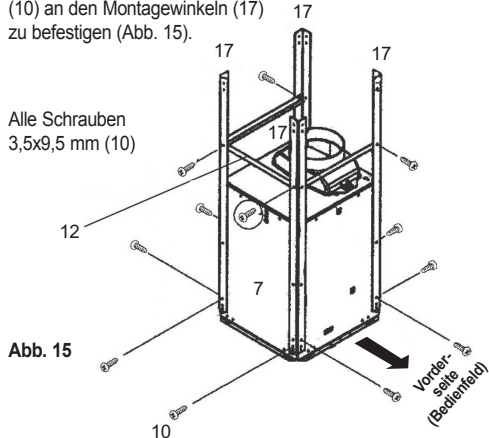

Abb. 15
Um die Stabilität der Konstruktion weiter zu erhöhen, ist noch die Stabilisierungsstrebe (12) mit insgesamt 4 Schrauben (10) an den Montagewinkeln (17) zu befestigen (Abb. 15).